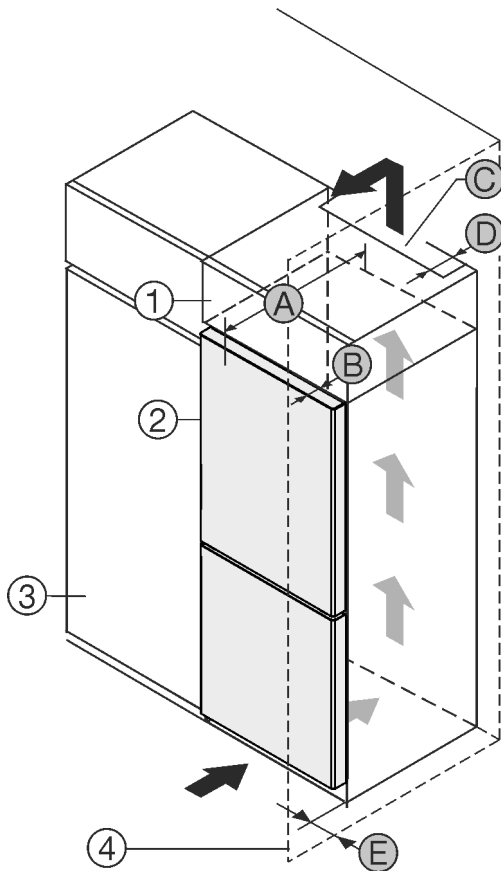

Fig. 1
- (1) Rehausse
- (2) Appareil
- (3) Placard de cuisine
- (4) Mur
- (A) Profondeur de l'appareil
- (B) Profondeur de porte
- (C) Section de ventilation
- (D) Distance du dos de l'appareil
- (E) Distance par rapport au côté de l'appareil
Vous pouvez placer le réfrigérateur directement à côté de l'armoire de cuisine Fig. 1 (3).
Une sortie d'air avec la profondeur Fig. 1 (D) doit être présente au dos de la rehausse sur toute sa largeur.
La section de ventilation Fig. 1 (C) sous plafond doit être respectée.
Si le réfrigérateur est installé avec les charnières près d'une paroi Fig. 1 (4), la distance entre le réfrigérateur et la paroi doit être d'au moins 13 mm (1/2 in).
Pour pouvoir ouvrir complètement les portes, le réfrigérateur doit dépasser de la profondeur de la porte Fig. 1 (B) par rapport à la façade du placard. L'appareil peut déborder encore plus en fonction de la profondeur des placards Fig. 1 (3) et de l'utilisation de cales d'épaisseur.